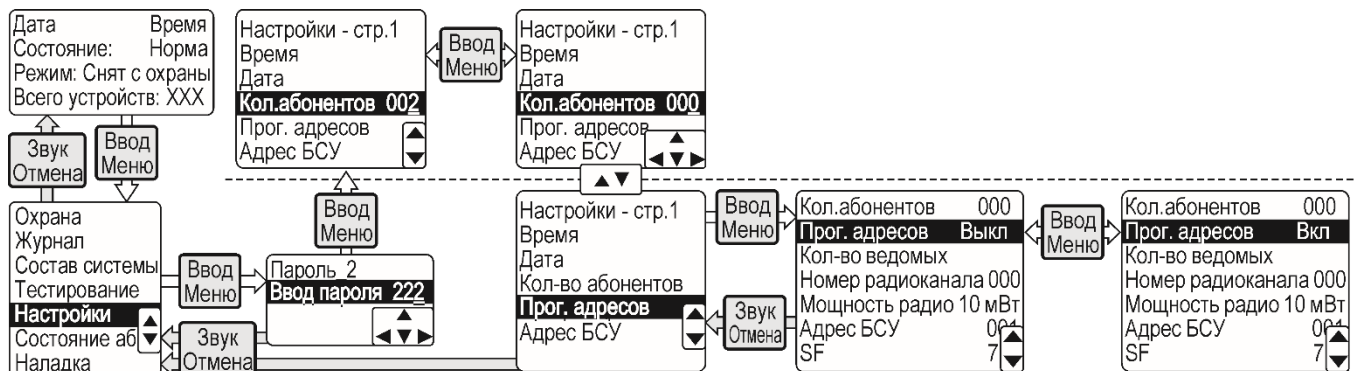

Рисунок 16 – Включение режима программирования адресов
- кнопками ▶, ◀, ▲ и ▼ обнулить количество абонентов (по рис.16, верхний ряд), нажать «Ввод»;